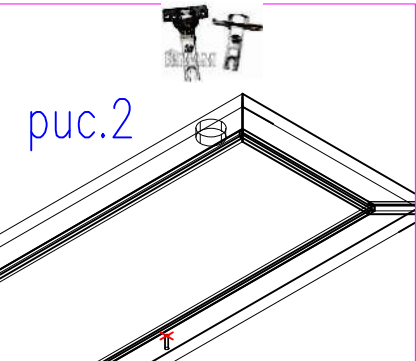

рис.2
3.	На посадочные места дет.7,27 установить петли Ф №15 (рис.2)